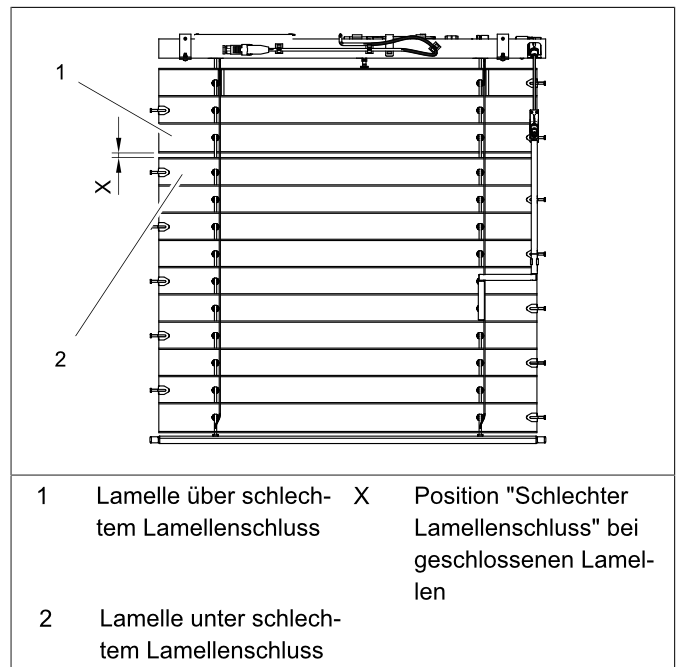

Abb. 2: Lamellenschluss prüfen
- Lamellenschluss optisch gemäß Abb. 2 überprüfen!